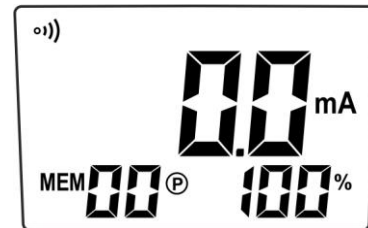

Abb. 24
2. Das Instrument zeigt die Meldung **“OL Ω”**, da es automatisch in die Funktion Widerstandsmessung schaltet. Drücken Sie die Taste **▲▲** kurz, um den Strom-Messbetrieb einzustellen. Die Bildschirmseite in der Abb. 24 erscheint.